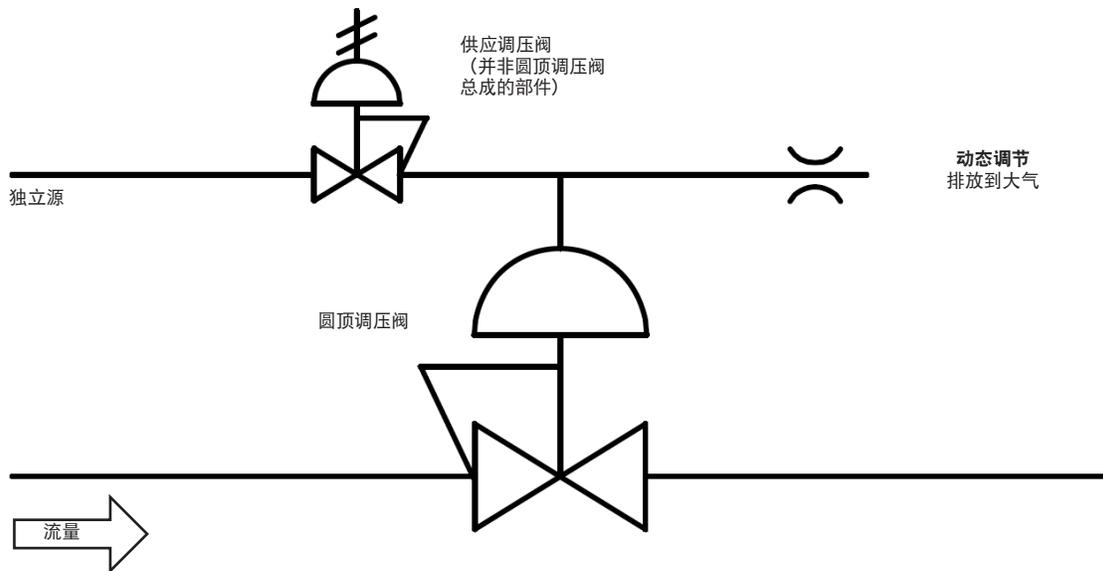

图 4
- **外部圆顶控制。**在此设置中，圆顶压力由独立来源提供，例如钢瓶或主供气源（图 4）。通过允许小流量持续通过先导调压阀以获得优良性能。该流量应通过一个孔口排出（图 4）。这通常被称为“动态调节”。此设置适用于液体应用。